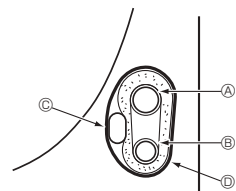

Fig. 4-5
4.4.1. Organizacja przestrzeni na rury urządzenia (Fig. 4-5)